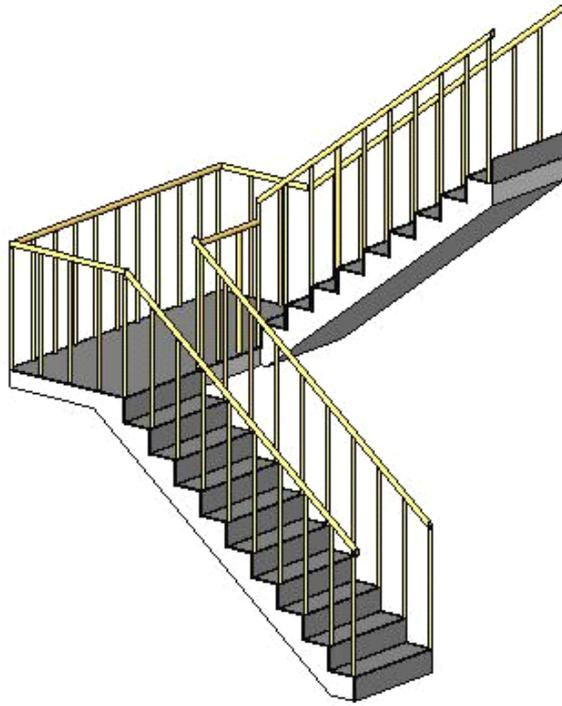

图 24.2-13
- 6、住宅用板式楼梯：整体楼梯 175mm，宽度 1200mm 踏板深度 260mm 踢面高度 175mm,休息平台及平台斜梁高度 120mm。(图 24.2-13)